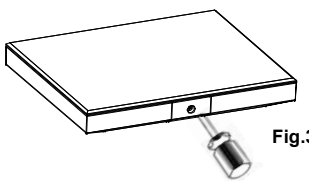

Fig.3
- Bloccare con la vite di fissaggio "G" (Fig. 3).
- Secure with locking screws "G" (Fig. 3).